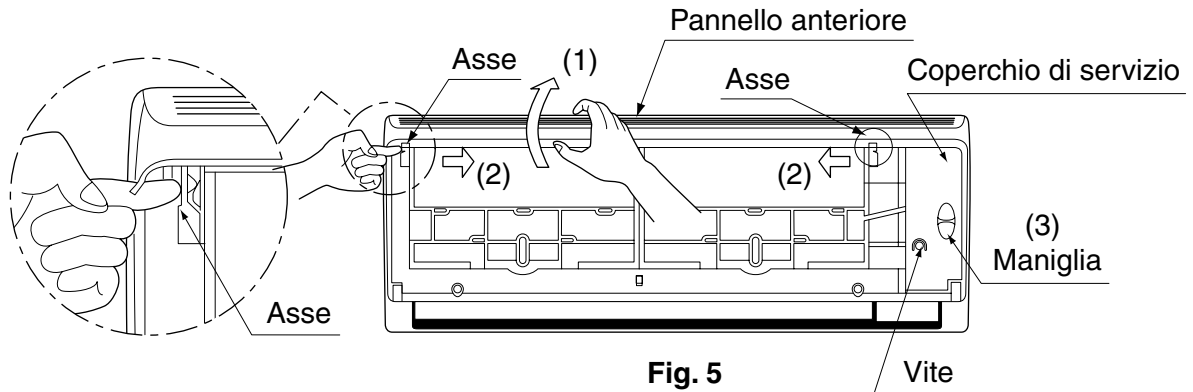

Fig. 5
### (4) Rimuovere il pannello anteriore e il coperchio di servizio. **(Fare riferimento alla Fig. 5)**